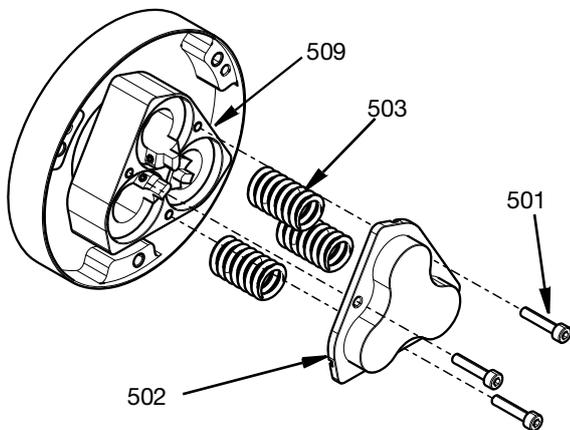

FIG. 10
- Для доступа к штокам запорного клапана (512) и поршням (506) сначала равномерно отверните три винта М4 (501). После этого можно снять крышку цилиндра (502) вместе с пружинами (503). См. FIG. 10.